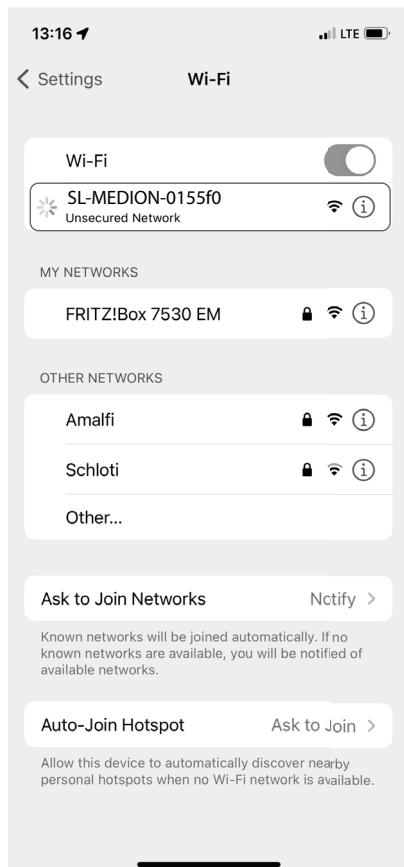

Fig. 9
- ▶ Ahora seleccione la red del robot aspirador en «Redes disponibles» en su smartphone/tablet **SL-MEDION-XXX** (**fig. 9**).